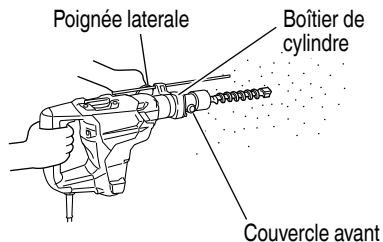

Fig. 4
1. Comment percer des trous (Fig. 4)